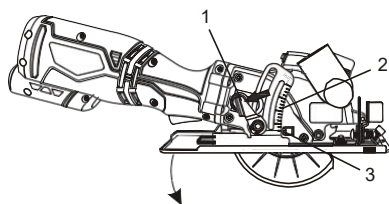
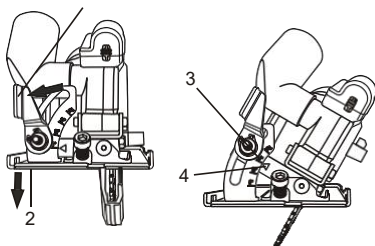

Fig. 2
Fig. 3
1. Rode a alavanca de bloqueio da profundidade de corte (1) no sentido contrário ao dos ponteiros do relógio (Fig. 2).
1. Gire a alavanca de bloqueio do ângulo da serra (1) no sentido anti-horário (Fig. 3).
2. Gire a placa (2) até o ângulo desejado.
2. Ajuste a profundidade (Fig. 2) e ajuste o ângulo da serra a 0° (Fig. 3).